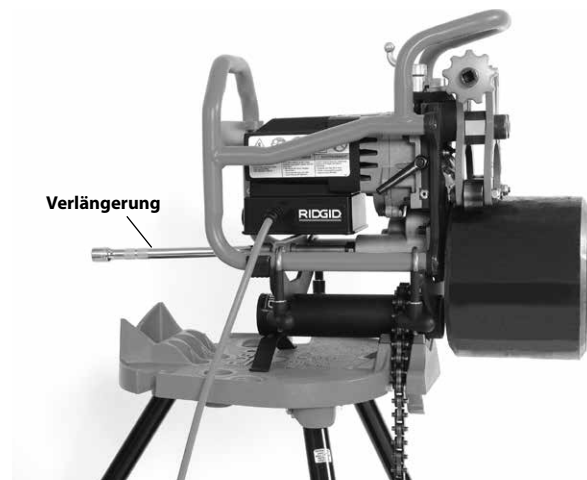

Abbildung 10 – Fixiertes Anfasgerät, Rohr kürzer als 12", unter 50 Pounds
8. Setzen Sie die mitgelieferte 10" lange 1/2" Antriebsverlängerung in die Antriebswelle des Anfasgerätes ein (*siehe Abbildung 10*).
9. Beim Anfasen von Rohren mit weniger als 12" (300 mm) Länge und einem Gewicht von unter 50 Pounds (22 kg) wird, sofern das Anfasgerät und der transportable TRISTAND Rohr schraubstock stabil und sicher befestigt sind, kein Rohr ständer benötigt, um das Rohr zu unterstützen. Das Rohr wird direkt auf der Antriebsrolle platziert und mit den Führungsrollen gesichert (*Abbildung 10*).